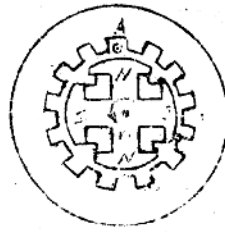

图 1-2 同步发电机原理图
对运动的方向和感应出电势的方向之间的定性关系也是符合“右手定则”的。不过在实用的同步发电机中不是导线在运动，而是“磁铁”在运动如图 1-2 所示。转子由四块“电磁铁”组成，当在激磁绕组通直流电之后就会产生磁场，极性如图所标。定子由开有槽的硅钢片
1) 当如图 1-2 所示的瞬间位置导线 A 电势为 ⊙